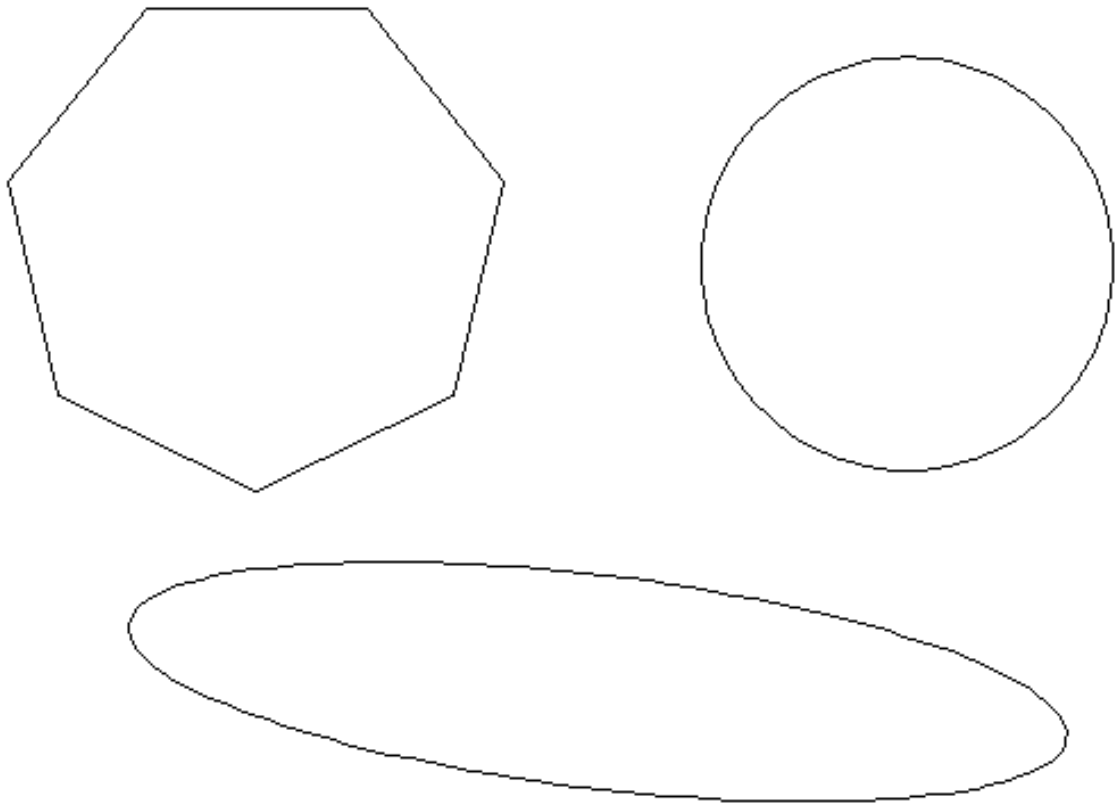

Рис. 4.54. Исходные объекты, свойства которых необходимо извлечь в таблицу
1. Запустите команду вставки таблицы (допустим, что документ содержит некоторые объекты, атрибуты которых вы хотели бы внести в эту таблицу (рис. 4.54)). Откроется диалоговое окно **Insert Table** (Вставить таблицу).